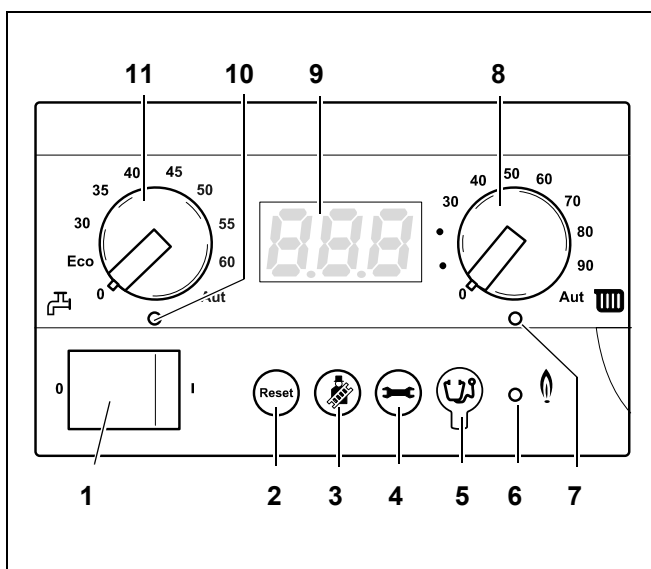

Рис. 6 Главный регулятор BC10
Ручкой задания максимальной температурой котловой воды (рис. 6, поз. 8) можно установить верхнюю границу температуры котловой воды. Ед. изм. - °С.
- Ограничьте значение максимальной температуры котловой воды при помощи ручки управления "максимальная температура котловой воды" (рис. 6, поз. 8) до допустимой температуры подающей линии отопительного контура пола (как правило, максимум 40 °С).
На дисплее (рис. 6, поз. 9) индицируется состояние и значения отопительной установки. В случае неисправности на дисплее отображается соответствующий код неисправности. При возникновении неисправностей, блокирующих работу котла, код неисправности мигает.
Ручкой для задания температуры горячей воды (рис. 6, поз. 11) устанавливается требуемая температура горячей воды в баке-водонагревателе. Ед. изм. - °С.
Светодиод "Приготовление горячей воды" (рис. 6, поз. 10) горит, когда требуется приготовление горячей воды и гаснет, когда приготовление горячей воды не требуется.